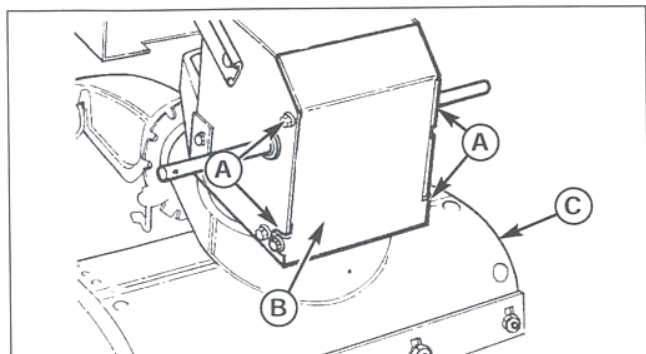

Рис. 22. Нижняя крышка
3. Поставьте снегоотбрасыватель на переднюю часть корпуса шнека (С, рис. 22).
11. Установите нижнюю панель (В, рис. 22) и затяните болты (А).